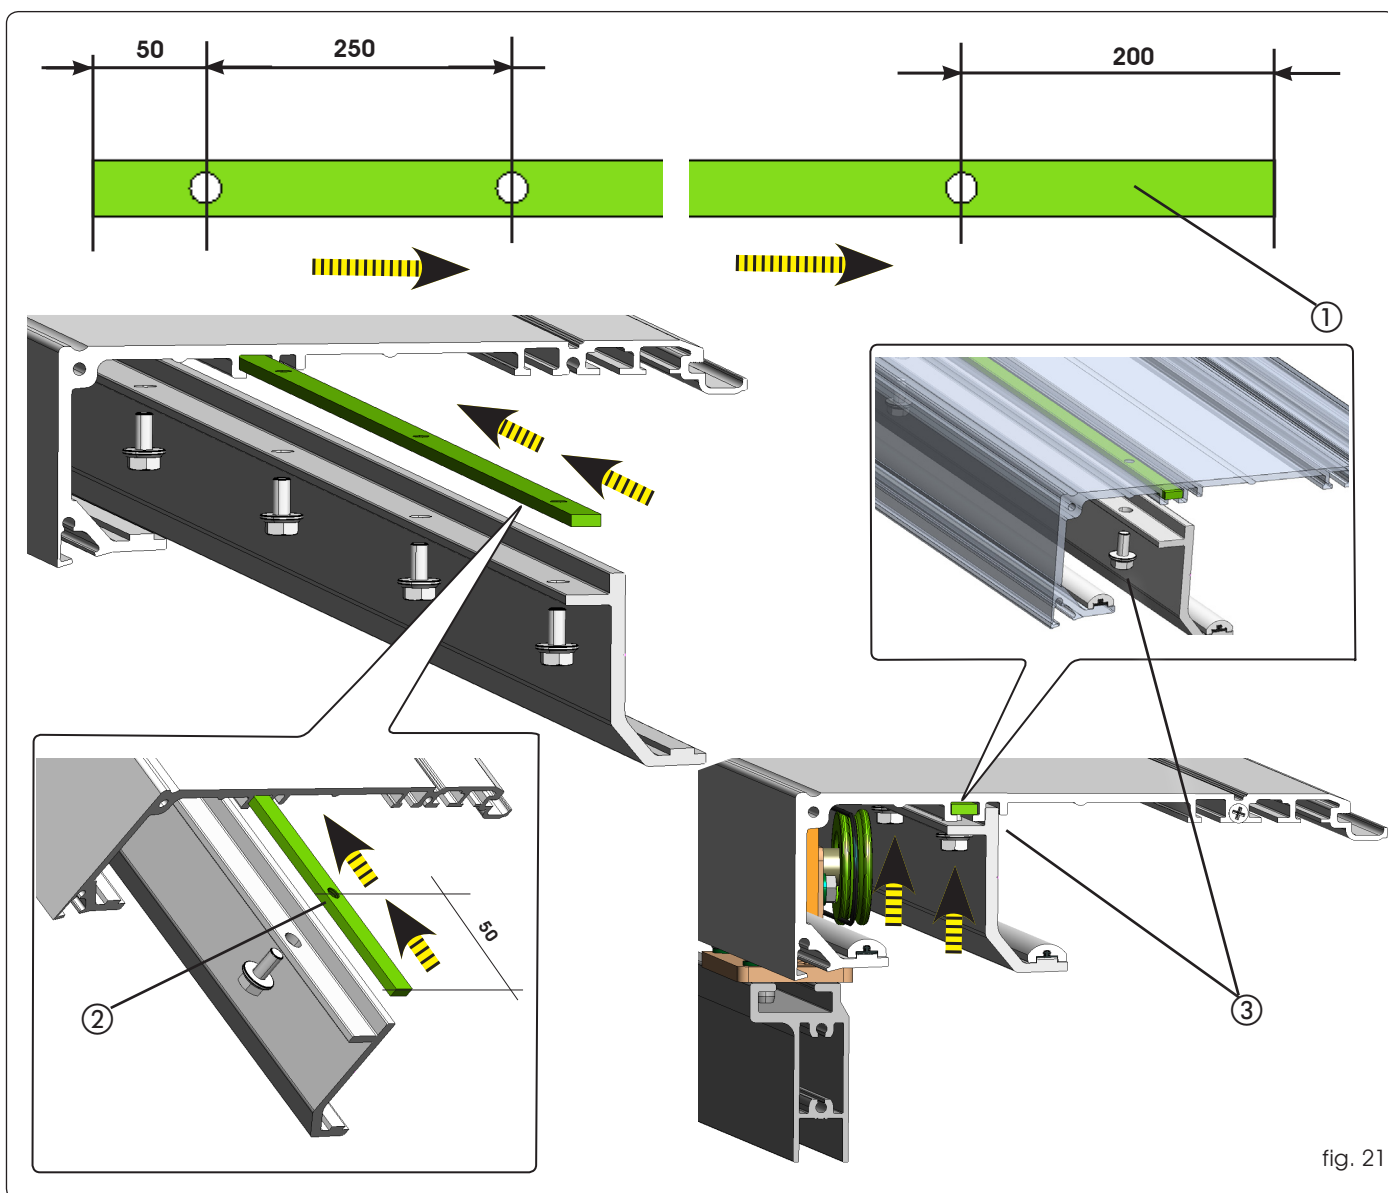

fig. 21
Plaats de 3 staven vanaf de zijkant van 200 mm in het profiel fig. 21 ref. ① . Het uiteinde zal 50 mm blijken te zijn fig. 21 ref. ② . Zet de staven vervolgens goed op hun plaats, schuif het telescopische profiel tegen het hoofdprofiel en zet hem vast met de zeskantige flensbout fig. 21 ref. ③ .